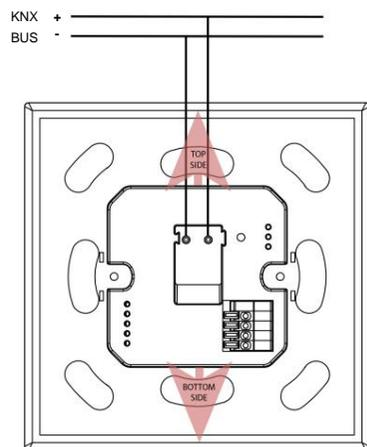

Fig.3
- Enfin, le justTouch est délicatement placé dans la boîte de jonction avec la partie supérieure (voir Fig.3) vers le haut en tenant les côtés droit et gauche du justTouch et le processus de montage est terminé.